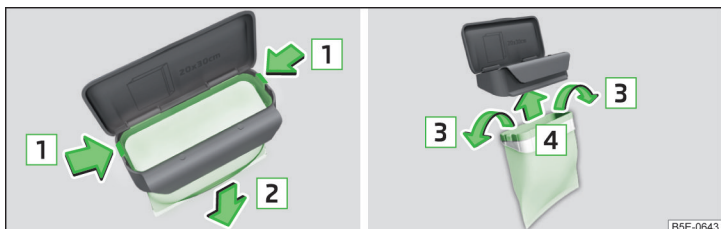

Fig. 112 Remplacement du sac
- Comprimez les deux crans sur le cadre dans le sens de la flèche **1** » fig. 112.